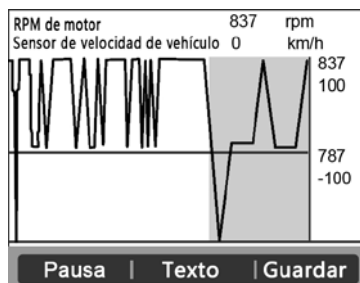

Figura 5.31
- 5) Presione el botón de **FUNCIÓN** correspondiente a **Combinar gráficos**; los dos gráficos anteriores se fusionarán como en la Figura 5.31.